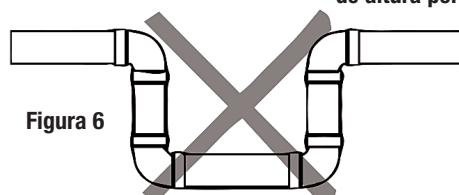

Figura 6
- NO conecte la tubería de agua con un "separador" como se muestra en la Figura 6.